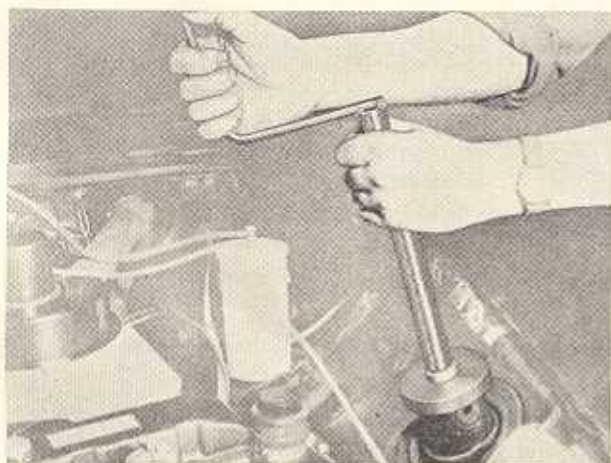

Bild F 31
2. Vorderfeder spannen mit Spannvorrichtung W-230 022/1 (Bild F 31). Zwei Klammern auf die Feder aufstecken, Spannvorrichtung lose schrauben